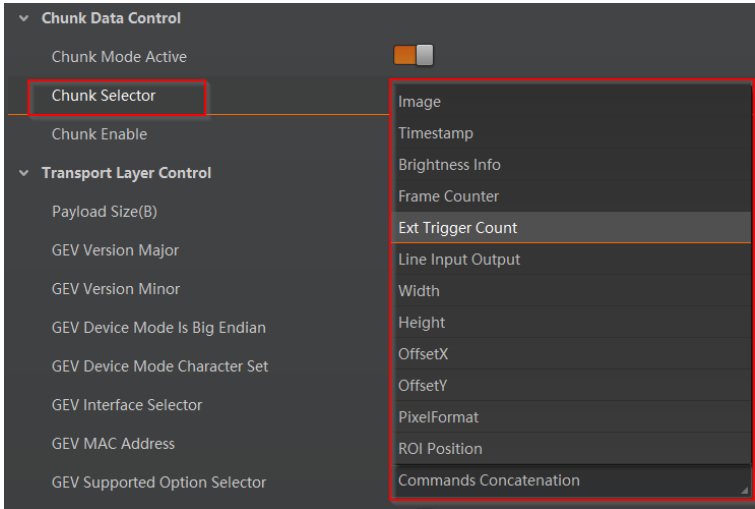

图8-6 选择嵌入的信息
2. 在 *Chunk Selector* 下拉框处，选择需要嵌入的信息，如图8-6所示。